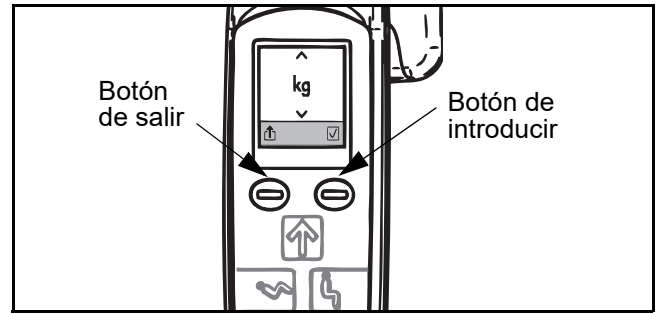

Fig. 72
- 3) Pulse el botón Introducir para obtener acceso a la opción de unidades de peso. Las unidades de peso «kg» o «lb» reemplazarán el icono con la báscula en el centro de la pantalla (véase la Fig. 72).